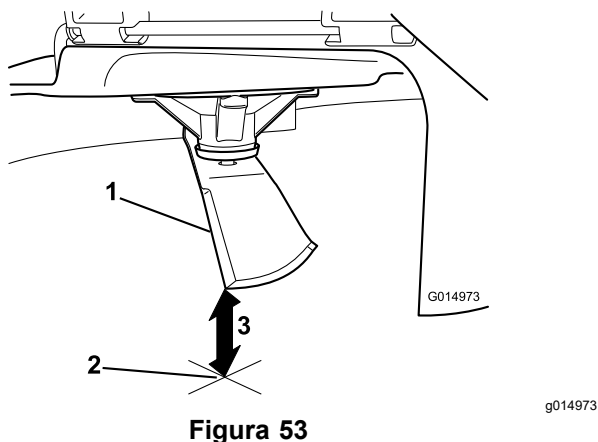

**Figura 52**
3. Distancia medida entre la cuchilla y la superficie (A)
4. Gire la misma cuchilla 180 grados de manera que el otro extremo esté en la misma posición (Figura 52).